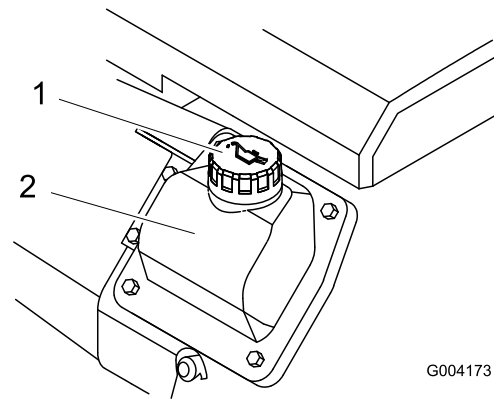

Figura 38
8. Si el nivel de aceite es bajo, limpie alrededor del tapón de llenado y retire el tapón (Figura 38).
6. Retire el tapón de llenado (Figura 38) y vierta lentamente aproximadamente el 80 % de la cantidad especificada de aceite a través de la tapa de la válvula.
9. Retire el tapón de llenado (Figura 38) y vierta lentamente aproximadamente el 80 % de la